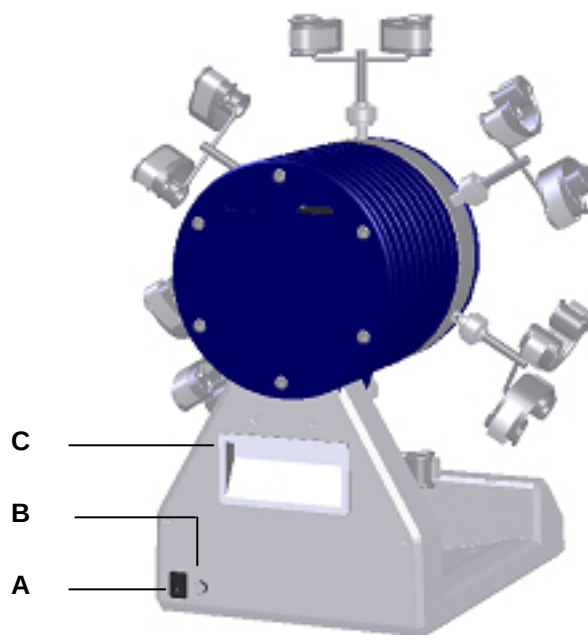
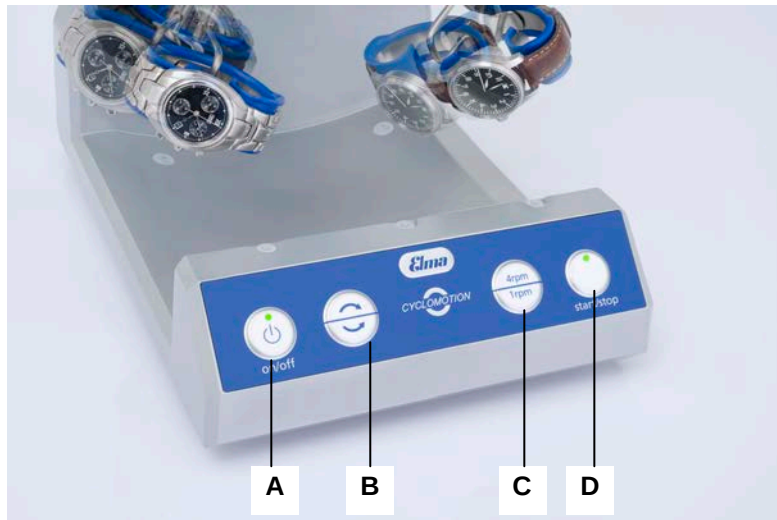

Fig. 3.8. Vista posterior
Fig. 3.9. Consola de mando
Conecte la fuente de alimentación suministrada a una toma de corriente con puesta a tierra reglamentaria tipo SCHUKO e inserte el conector en la conexión CC situada en el lado posterior del aparato (ver Fig. 3.8.B).
Encienda el Cyclomotion situando el interruptor principal (ver la Fig. 3.8.A) que se encuentra en el lado posterior del aparato (posición I) y pulsa la tecla **On/Off** (Fig. 3.9.A). Arranque el Cyclomotion con la tecla **start/stop** (Fig. 3.9.D), deje que el cabezal de varillas se desplace a la posición deseada y pare el Cyclomotion pulsando nuevamente la tecla **start/stop**.
4. Encienda el aparato con el interruptor principal (*ver Fig. 3.8.A*) que se encuentra en la parte posterior del aparato (posición I).
Ahora el aparato está correctamente conectado a la red eléctrica como se ha descrito en el *capítulo 4.2.* y se ha encendido con el interruptor principal (*ver Fig. 3.8.A*) (modo de espera). La tecla de encendido/apagado (tecla **on/off**) (*Fig. 3.9.A*) está iluminada en color rojo.
Para activar las funciones de la consola de mando encienda la tecla de encendido/apagado (*Fig. 3.9.A*). Ahora, la tecla de encendido/apagado está iluminada en color verde.
Pulse la tecla de inicio/parada (tecla **start/stop**) (*Fig. 3.9.D*). La tecla de encendido/apagado (tecla **on/off**) (*Fig. 3.9.A*) está ahora iluminada en color verde. La máquina inicia ahora el régimen de dar cuerda.
**4 rpm:** Pulse la tecla superior del ajuste de la velocidad de rotación (*Fig. 3.9.C*). De fábrica está ajustada una velocidad de 4 rpm.
**1 rpm:** Pulse la tecla inferior del ajuste de la velocidad de rotación (*Fig. 3.9.C*).
**Rotación hacia la derecha:** Pulse la tecla superior del ajuste de la dirección de rotación (*Fig. 3.9.B*). De fábrica está ajustada la rotación hacia la derecha.
**Rotación hacia la izquierda:** Pulse la tecla inferior del ajuste de la dirección de rotación (*Fig. 3.9.B*).